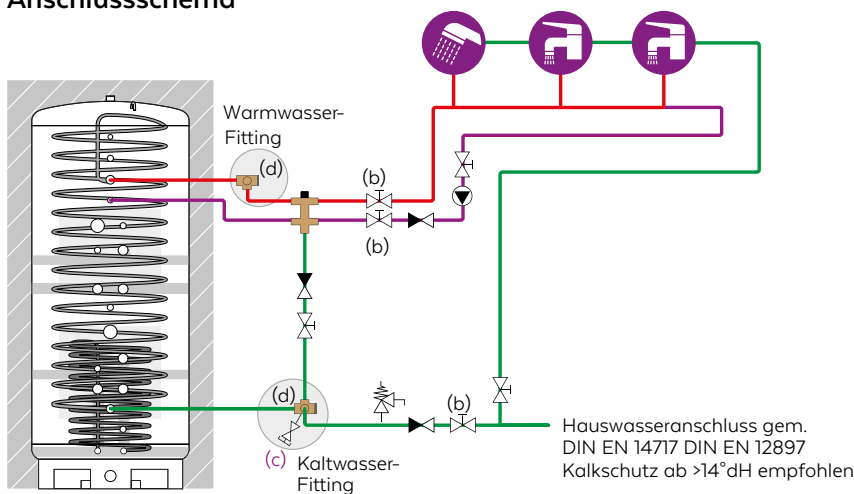

Abbildung 1
- ➔ Je nachdem, ob der Fitting für den Kaltwasseranschluss oder den Warmwasseranschluss verwendet wird, müssen bei den Dämmschalen die seitlichen Abgänge mit einem Cutter geöffnet werden (siehe Abbildung 1).